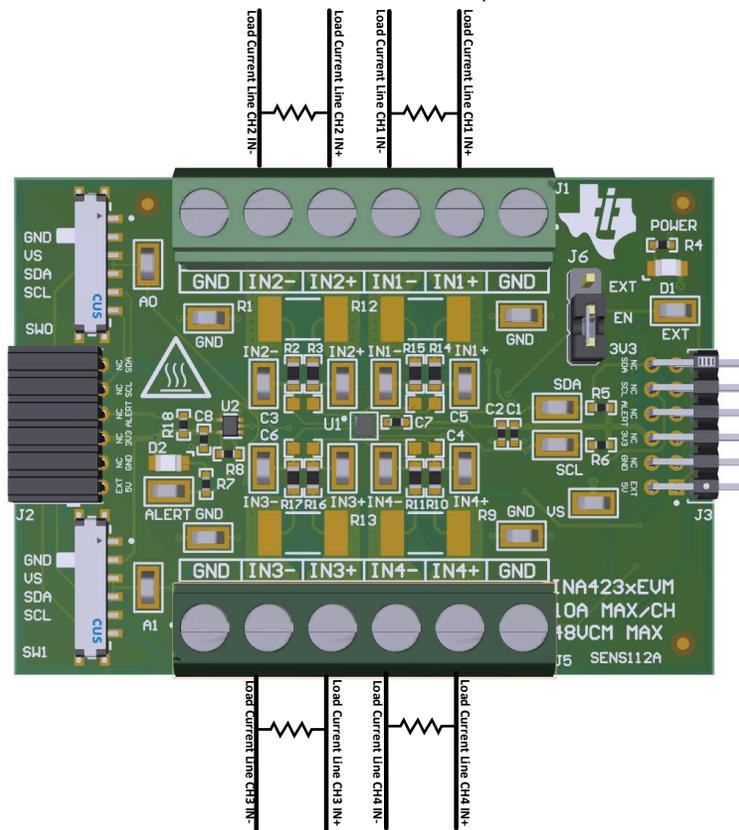

图 2-3. 电流超过 10A 时的 IN+ 和 IN- 布线
- b. 在 J1 或 J5 的 IN+ 和 IN- 端子之间连接一个外部分流器，如 图 2-3 所示。
- a. 测量 10A 以上的电流时，确保高电流路径不会穿过 EVM (包括端子块 J1 或 J5)，如 图 2-3 所示。